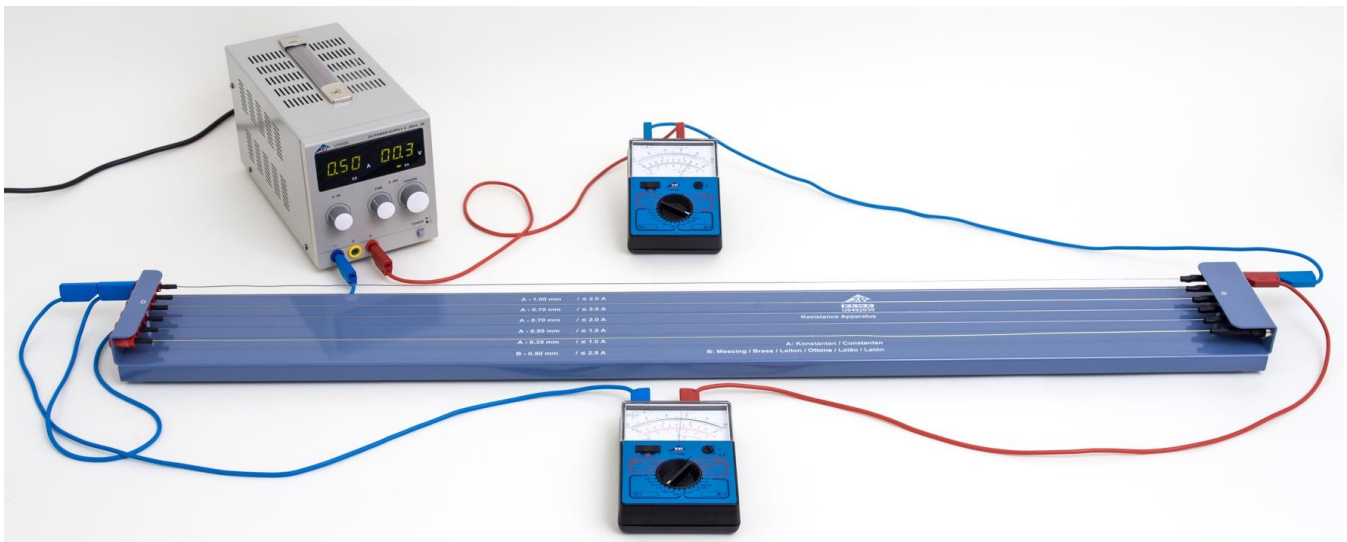

Fig. 1: Messanordnung.
- Messanordnung gemäß Fig. 1 aufbauen. Buchsen „+/-“ des Netzgerätes mit den Buchsen an den Enden des zu messenden Drahts verbinden. Ein Multimeter zur Strommessung in Reihe dazwischen schalten. Anderes Multimeter zur Spannungsmessung parallel mit den Buchsen an den Enden des zu messenden Drahts verbinden.